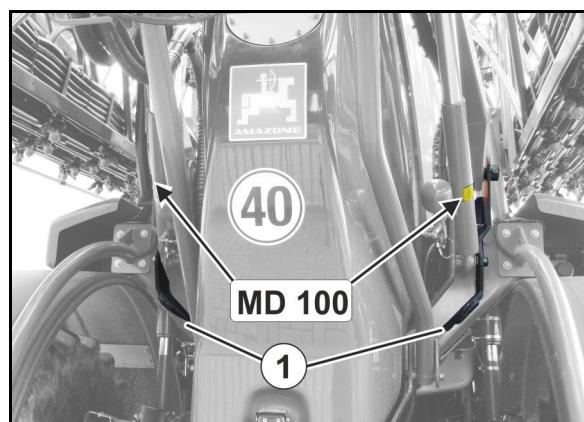

Рис. 5
- 2 точки крепления сзади (Рис. 5/1)